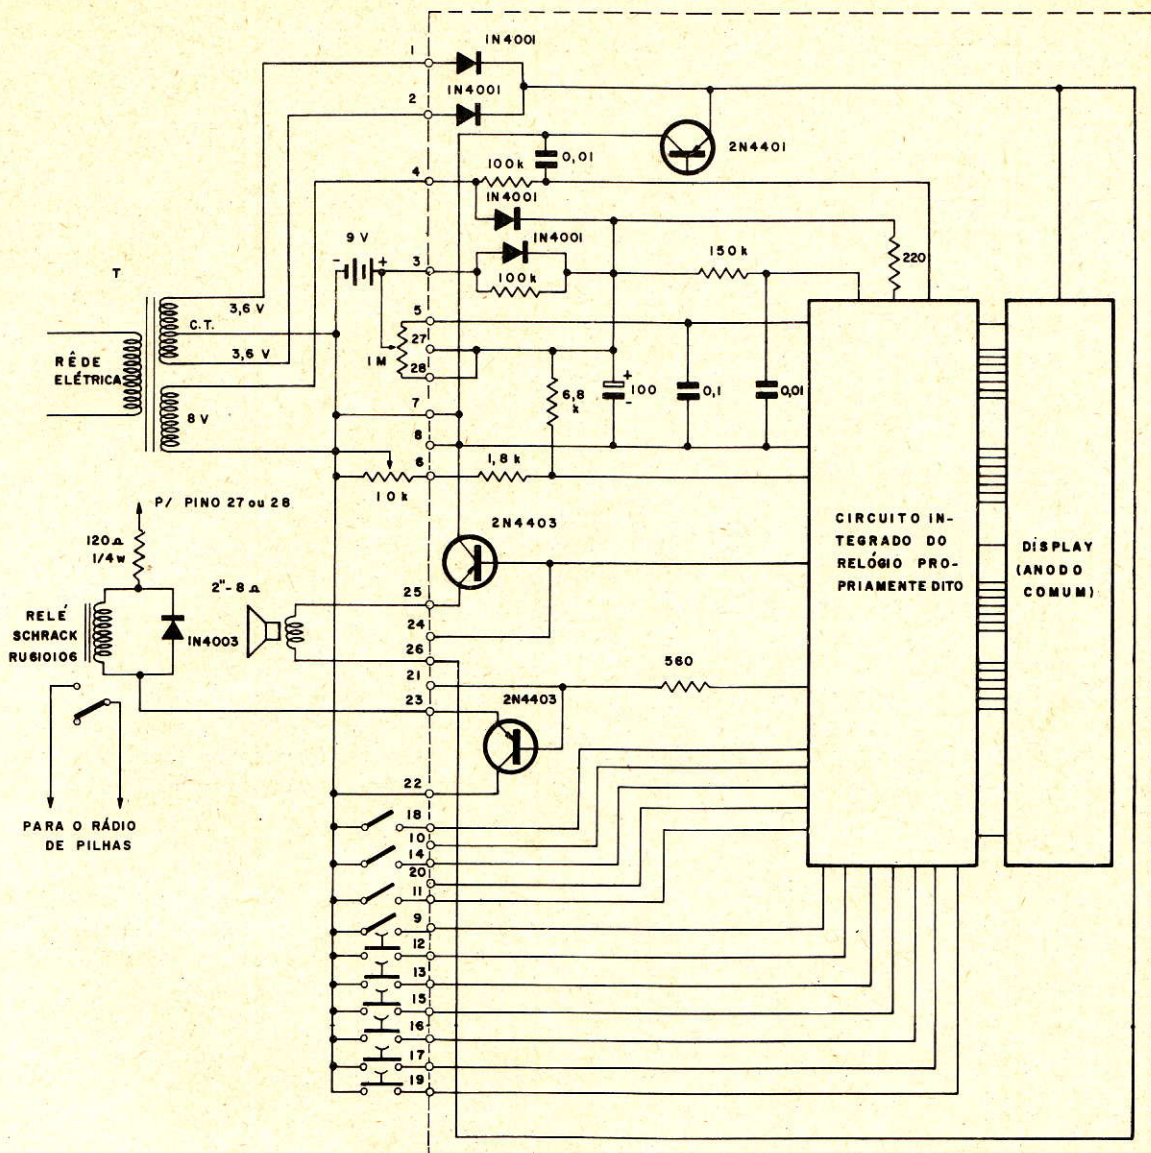
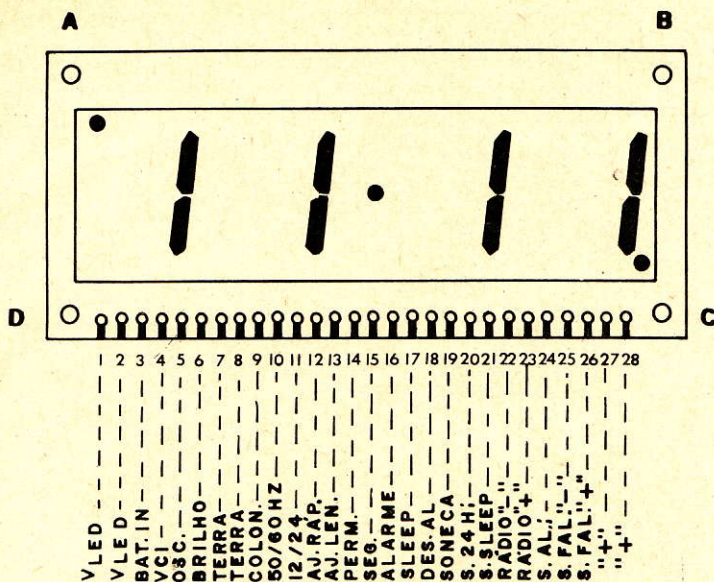

Figura 1
Figura 2
A figura 1 mostra o esquema do módulo MA1023 e uma aplicação típica para ele, enquanto a figura 2 apresenta a sua pinagem, onde:
- pinos 1 e 2 (V_{LED}) — entrada de 3,6 volts CA (eficazes) que após a retificação (onda completa) através dos diodos DM3 e DM4 irá alimentar o display (ânodo) — figura 1;
- pino 5 (osc.) — entrada do oscilador de emergência formado pela rede RC constituída por P2 e CM4 — figura 1;
- pino 6 (brilho) — entrada para o controle de luminosidade do display, a qual é mínima quando este pino for aterrado (pino 7 ou 8); no caso, este controle é realizado de maneira contínua através do resistor variável P1 — figura 1;